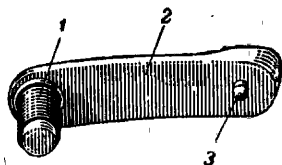

Рис. 44. Соединительный винт ДПМ:
**Соединительный винт** (рис. 44) конструктивно изменён. Укорочена цилиндрическая часть, которая имеет по всей длине резьбу. Соединительные винты ДПМ и ДП не взаимозаменяемы.